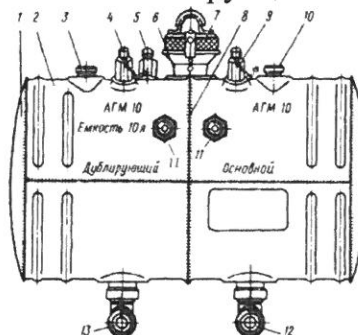

Рис. 9.2. Гидробак:
- 19 Используя рисунок 9.2, опишите конструкцию и составные части гидробака.